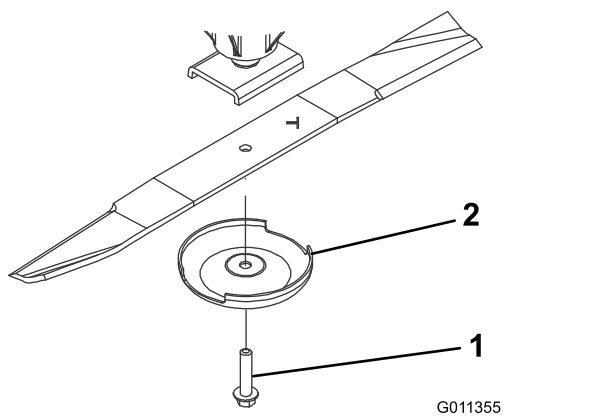

Figura 85
- Afferrate l'estremità della lama con un cencio o un guanto bene imbottito. Togliete il bullone, la coppa antistrappo e la lama dall'asse del mandrino (Figura 85).
- Montate la lama con la costa rivolta verso il piatto di taglio, servendovi della coppa antistrappo e del bullone della lama (Figura 85)